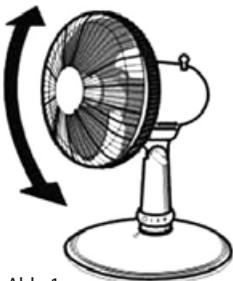

Abb. 1
- Stellen Sie die gewünschte Neigung des Lüfters ein (Abb. 1). Während der Einstellung hören Sie das Knacken der einzelnen Stufen.